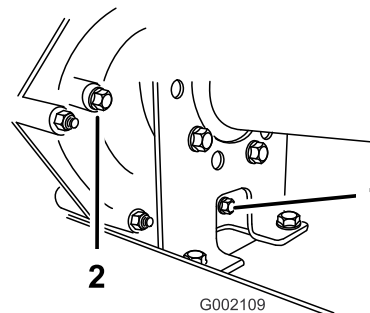

Bild 65
2. Reinigen Sie den Bereich um die Füll- und Ablassschraube mit einem Lappen (Bild 65).
4. Drehen Sie die Füllschraube nach links, um sie zu entfernen (Bild 65).
5. Drehen Sie die Ablassschraube nach links, um sie zu entfernen (Bild 65).
6. Setzen Sie die Ablassschraube und Dichtung in das Ablassschraubenloch am Getriebe ein und ziehen sie an (Bild 65).
7. Füllen Sie den Behälter (Bild 66) über das Füllschraubenloch mit der angegebenen Ölsorte oder bis der Ölstand im Getriebe an der Unterseite des Gewindes liegt (Bild 65).
8. Setzen Sie die Füllschraube und Dichtung in das Füllschraubenloch am Getriebe ein und ziehen sie an (Bild 65).
10. Prüfen Sie den Ölstand und füllen mehr Öl ein, wenn der Ölstand unter dem Gewinde im Füllschraubenloch liegt (Bild 65).